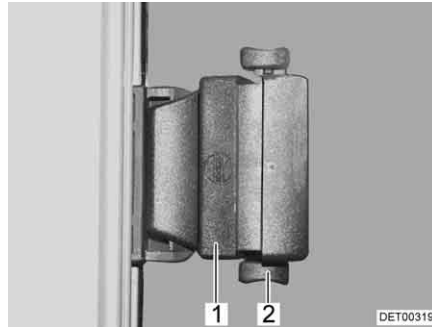

Fig. 98 Finestra scorrevole con bloccaggio a pressione
- Sganciare il bloccaggio (Fig. 98,2).
- Premere la maniglia (Fig. 98,1) e spingerla contemporaneamente in avanti o indietro.